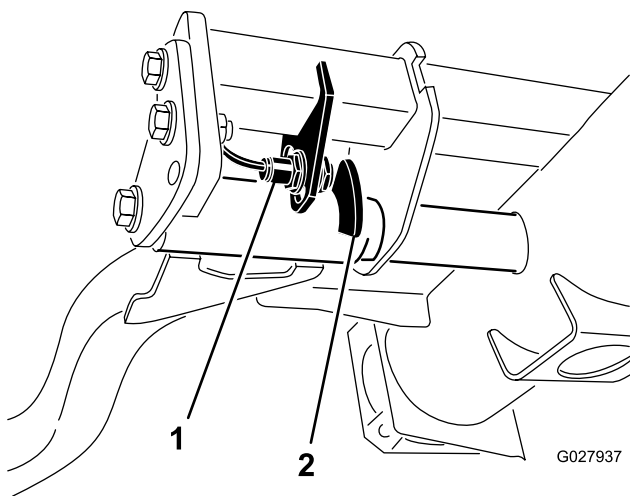

Figura 36
2. Solte os parafusos de montagem do interruptor do braço de elevação (Figura 36) e desloque o interruptor para baixo para aumentar a altura de viragem do braço de elevação ou desloque o interruptor para cima para diminuir a altura de viragem do braço de elevação. Aperte os parafusos de montagem.
**Nota:** O interruptor do braço de elevação encontra-se por baixo do depósito hidráulico por trás do braço de elevação direito dianteiro (Figura 36).